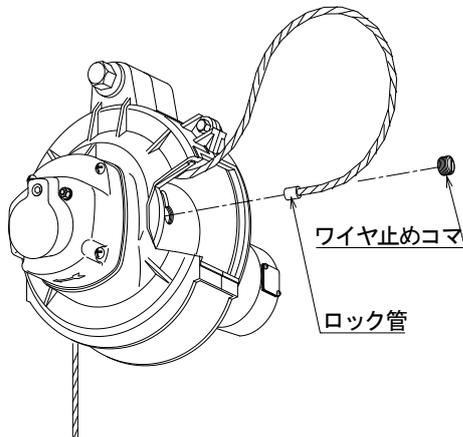

図 2
- 2) マイナスドライバーでワイヤ止めコマを外す。(図2)